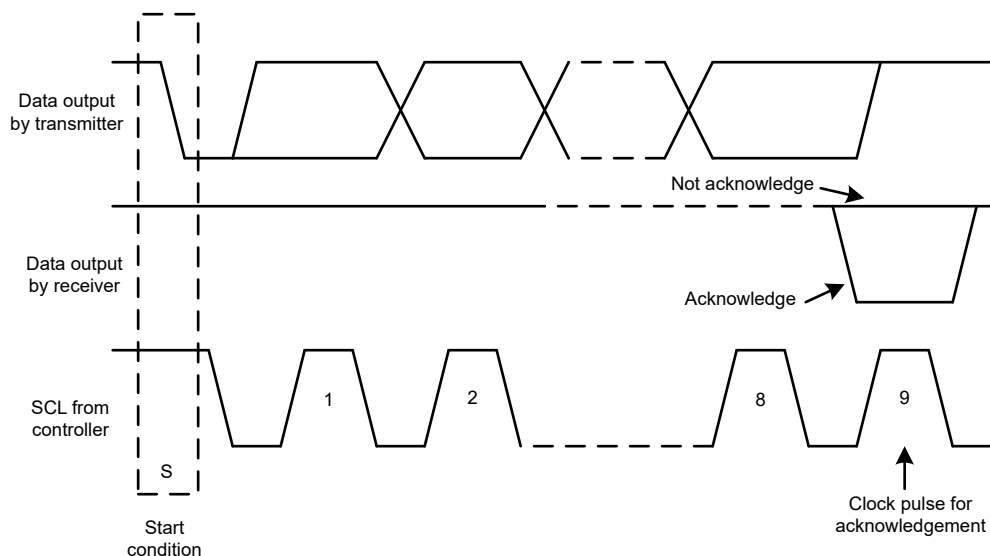
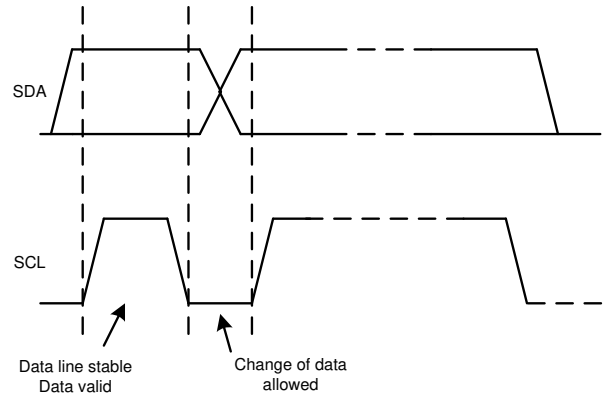

图 6-18. I²C 总线上的确认和非确认
图 6-20. 在 I²C 总线上的位传输
除了特定的时序信号外，I²C 接口还使用串行字节。在每个字节结束时，第九个时钟周期会生成并检测确认信号。确认是指 SDA 线在第九个时钟周期的高电平期间被拉低。图 6-18 所示为非确认，是指 SDA 线在第九个时钟周期的高电平期间保持高电平。
2. 控制器随后产生 SCL 脉冲，并在 SDA 线上发送 7 位地址和读取/写入方向位 ($R/\bar{W}$)。在所有传输期间，控制器确保数据有效。图 6-20 显示，有效数据条件要求 SDA 线在时钟脉冲的整个高电平期间保持稳定。所有器件都识别控制器发送的地址，并将其与相应内部固定地址进行比较。只有具有匹配地址的目标器件才会通过在第 9 个 SCL 周期的整个高电平期间拉低 SDA 线来生成确认 (另请参阅图 6-18)。当控制器检测到此确认时，则表示与目标的通信链路已建立。